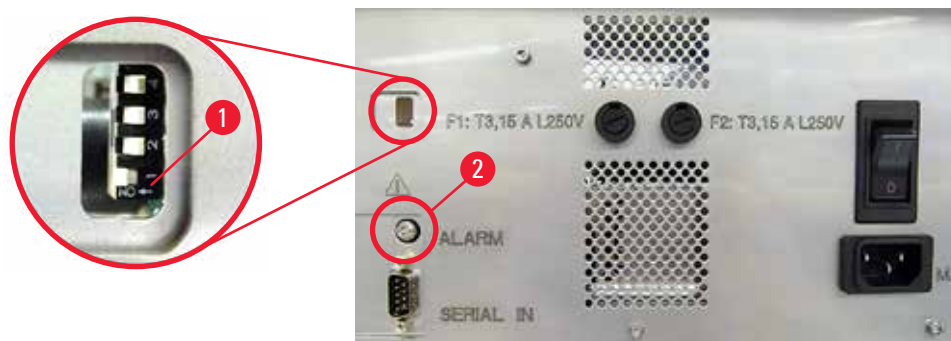

Fig. 41
- » För att koppla ifrån summern, tryck omkopplaren längst ner (→ "Fig. 41-1") åt höger (→ "Fig. 41").